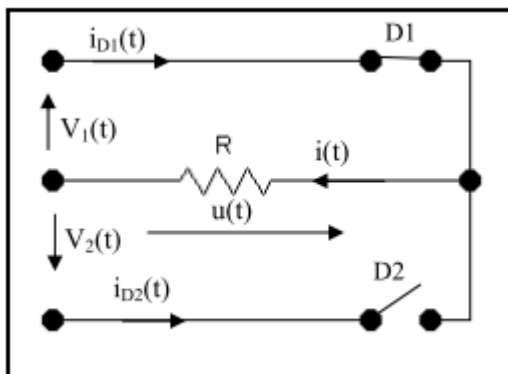

Fig. I-19
- pour l'alternance positive de  $e(t)$  : fig. I.19